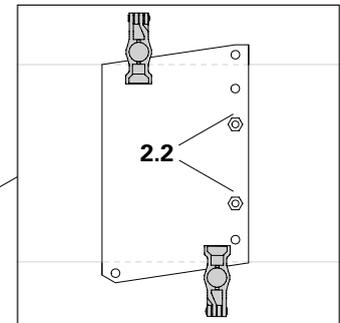

Fig. A3.02a
Monter les vis de centrage en position intérieure. (Fig. A3.02a)
5. Dévisser les vérins de tête (2) à env. 50 mm au-delà de la dimensions de consigne. Tenir compte de la position des vis de centrage (2.2). (Fig. A3.02a)
8. Bloquer en position à l'aide de deux pinces (4.2). (Fig. A3.02a/A3.02b)